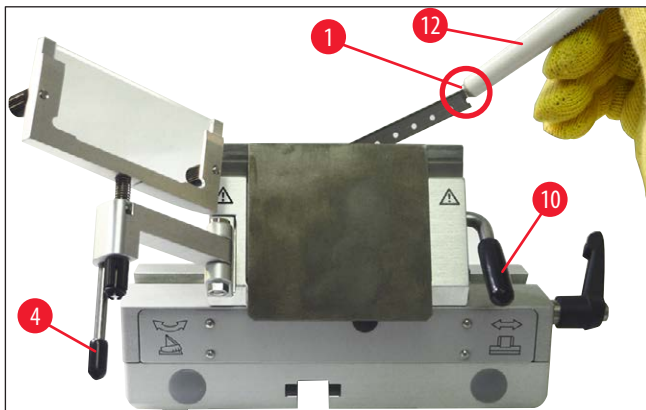

图 36
4. 同样也可以使用带磁铁的刷子 (→ 图 36-12) 取出刀片。为此, 逆时针向下折叠锁杆 (→ 图 36-10) (→ "图 36")。将防卷板系统 (→ 图 36-4) 折向左侧。将带磁铁的刷子 (→ 图 36-1) 伸向刀片, 向上提起取出。